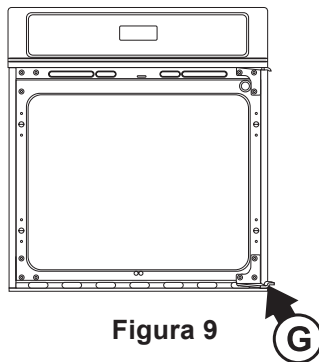

Figura 9
- 6.2.4. Desatornille y quite el pasador con rosca de la bisagra inferior izquierda (ver **G**, figura 9). Guarde el pasador con rosca para volver a montarlo luego.